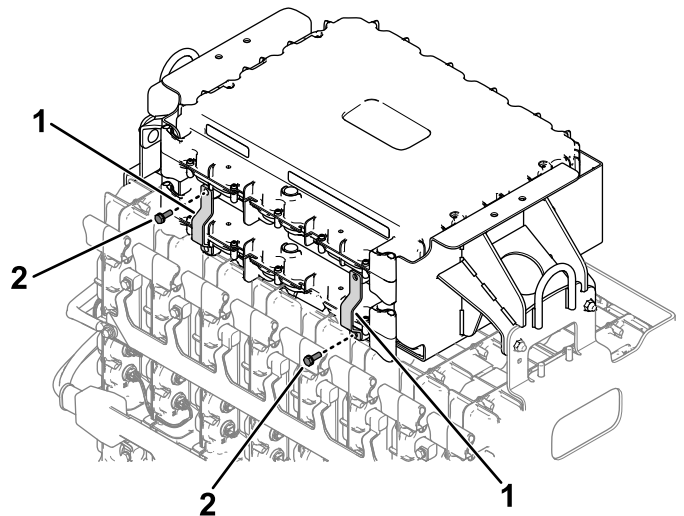
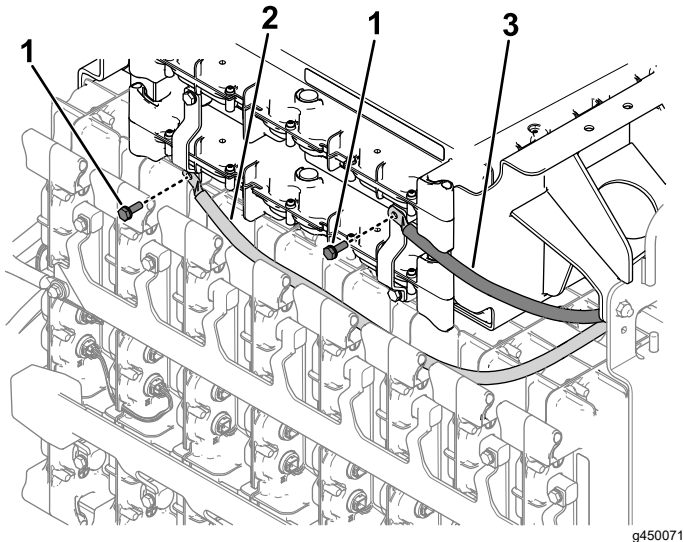
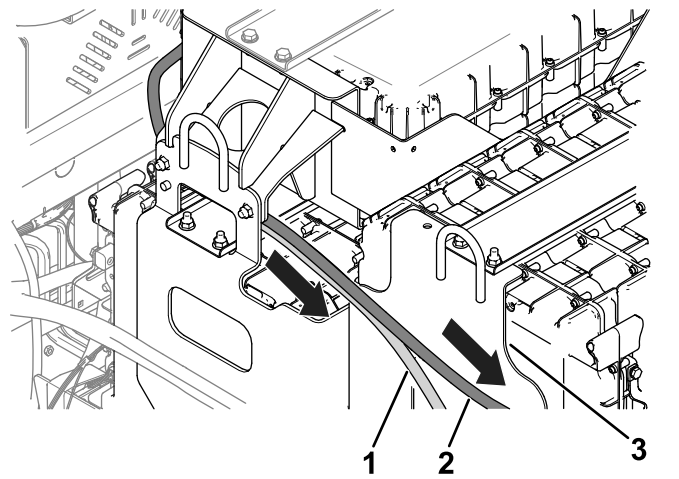

Figura 3
Figura 4
Figura 5
2. Utilizzate 2 bulloni a testa esagonale (1/4") per fissare, senza serrarli, i busbar sulle batterie (Figura 3).
- Utilizzate 2 bulloni a testa esagonale ($\frac{1}{4}$ " per collegare i cavi delle batterie rosso e nero ai busbar installati al passaggio precedente (Figura 4).
- Verificate che i busbar siano posizionati correttamente e serrate i bulloni a testa esagonale (Figura 3 e Figura 4) a una coppia di 11 N·m.
- Instradate i cavi delle batterie in direzione della base posteriore delle batterie, come illustrato nella Figura 4 e nella Figura 5.